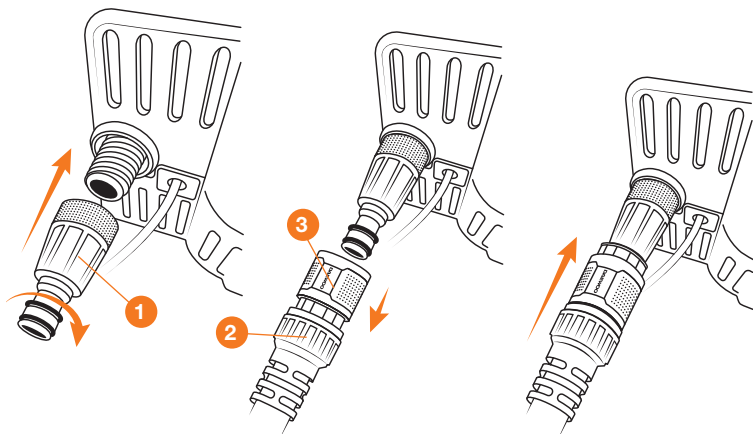

Рис. 5
- Расположите мойку вертикально относительно штуцера подачи воды на корпусе и вкрутите пластиковый фильтр **1** по часовой стрелке (рис. 5).